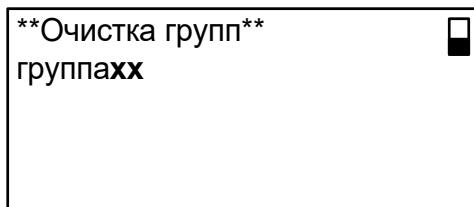

Рис.6. Вид окна «Очистка архива».
2.3.3.3. Вид окна **Очистка архива** приведен на рис.6.